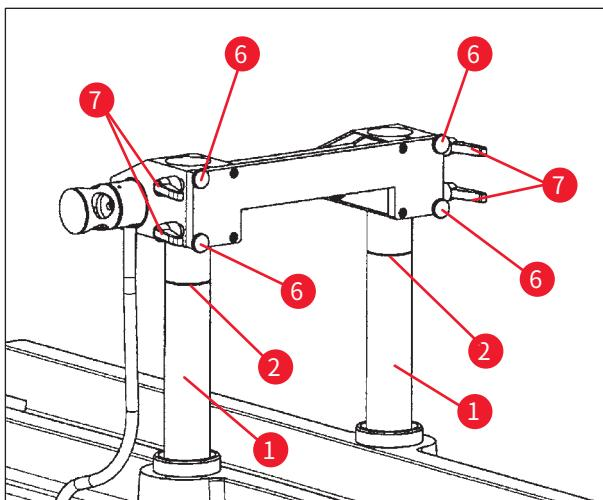

图 85
- 定位刀架, 使支撑柱凹槽 (→ 图 83-2) 的上边缘位于 100 mm 位置处, 或一直到顶端的 200 mm 位置处, 请参见 (→ 图 85)。
- 定位刀架, 使上边缘处于支撑柱最顶端的 200 mm 位置 (→ 图 85)。
- 这需要将支撑柱返回最高位置 (→ 图 85), 并如章节 (→ 第 74 页 — 7.10.3 刀架高度调节) 所述, 将刀架调节至 100 mm 位置。